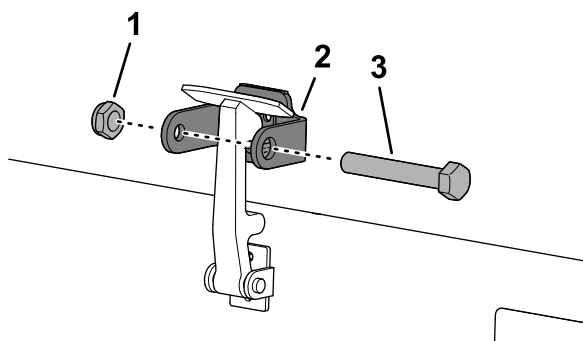

Figura 37
8. Enrosque el perno en el otro brazo del cierre de seguridad del capó para bloquear la posición del cierre (Figura 37).